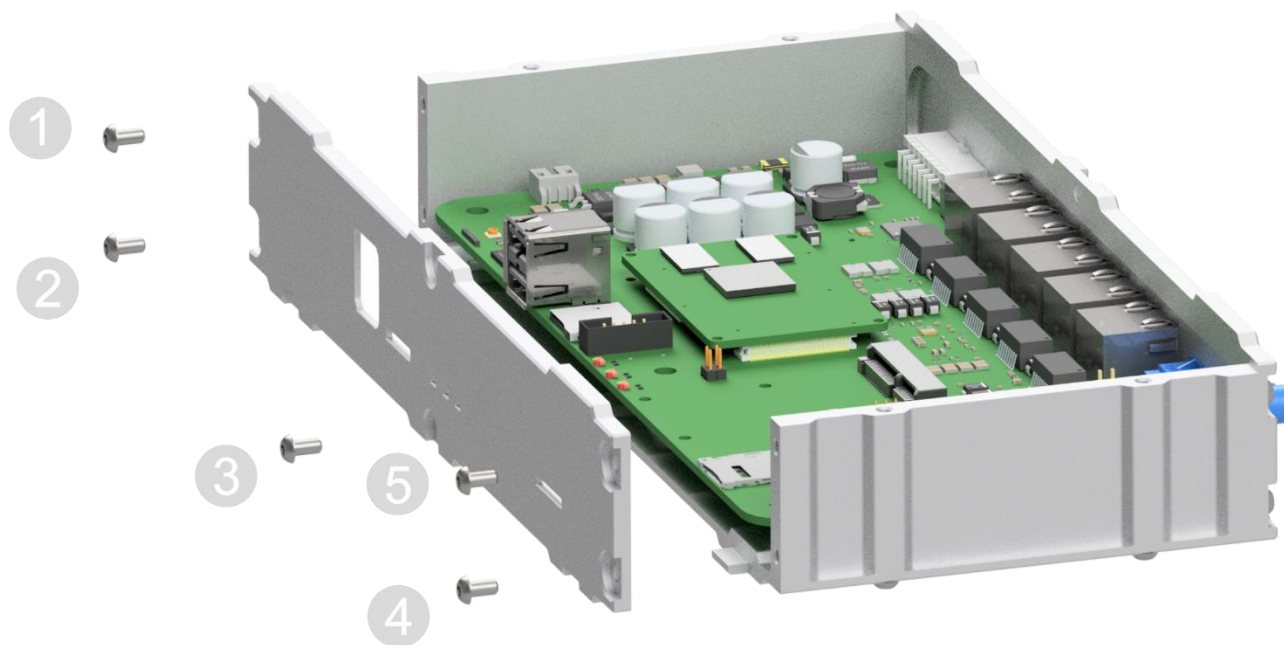

Рисунок 4
3.3.3 Демонтаж передней панели (Рисунок 4).